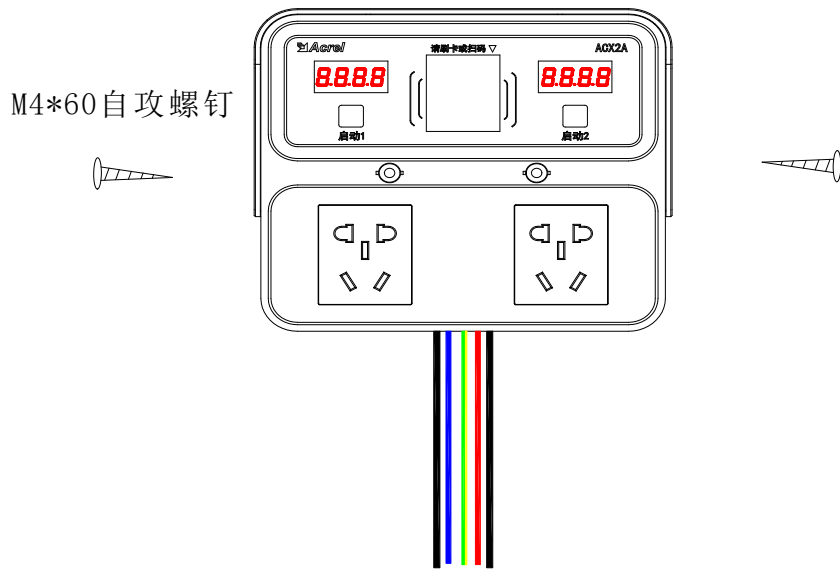

图 18
(3) 用 6 厘的钻头把 2 个孔打好钉入 2 个膨胀管, 在将设备用 2 个 M4\*60 的自攻螺丝钉打紧。如图 18 所示。